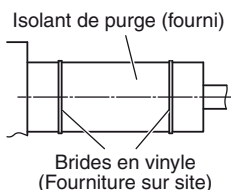

Fig.3-9
(2) Après avoir bien connecté le tuyau de purge, enrouler la garniture fournie et l'isolant du tuyau de purge autour du tuyau, puis le fixer avec les brides en vinyle. (Fig. 3-9)